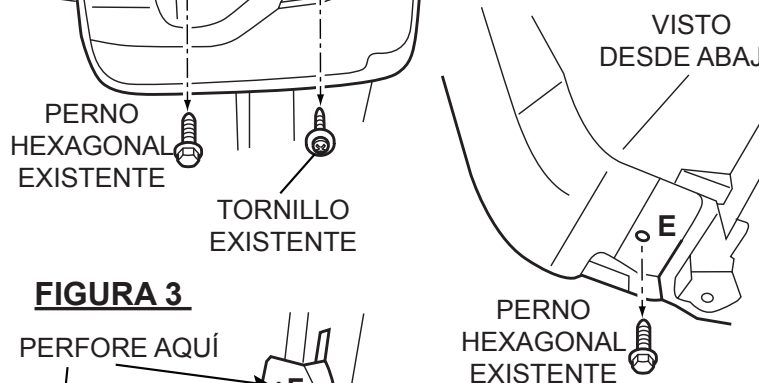

FIGURA 3
5. Coloque la salpicadera en el vehículo teniendo cuidado de eliminar los huecos, asegúrese de que se pueda tener acceso a la lengüeta de la cinta roja e instale los tornillos M4.2 x 20 con arandelas que se conservaron en las ubicaciones (A) y (B). **Vea la figura 3.**
6. Mientras sujeta firmemente la salpicadera al vehículo, elimine con cuidado los huecos y perfora un orificio de 13/64" (5.0 mm) a través de la defensa en la ubicación (F) y la ubicación del revestimiento de la rueda (G). La ubicación (G) se debe perforar a través de la salpicadera y el revestimiento de la rueda. Retire la salpicadera. Aplique una capa generosa de Súper lubricante de cuidado de vehículo GM con PTFE en el orificio perforado (F) para ayudar a prevenir la corrosión. **Vea la figura 3.**
7. Instale la tuerca tipo U de garganta pequeña incluida sobre la lámina en el orificio recién perforado en la ubicación (F) y vuelva a instalar la salpicadera. **Vea la figura 3 y 4.**